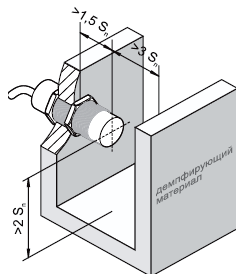
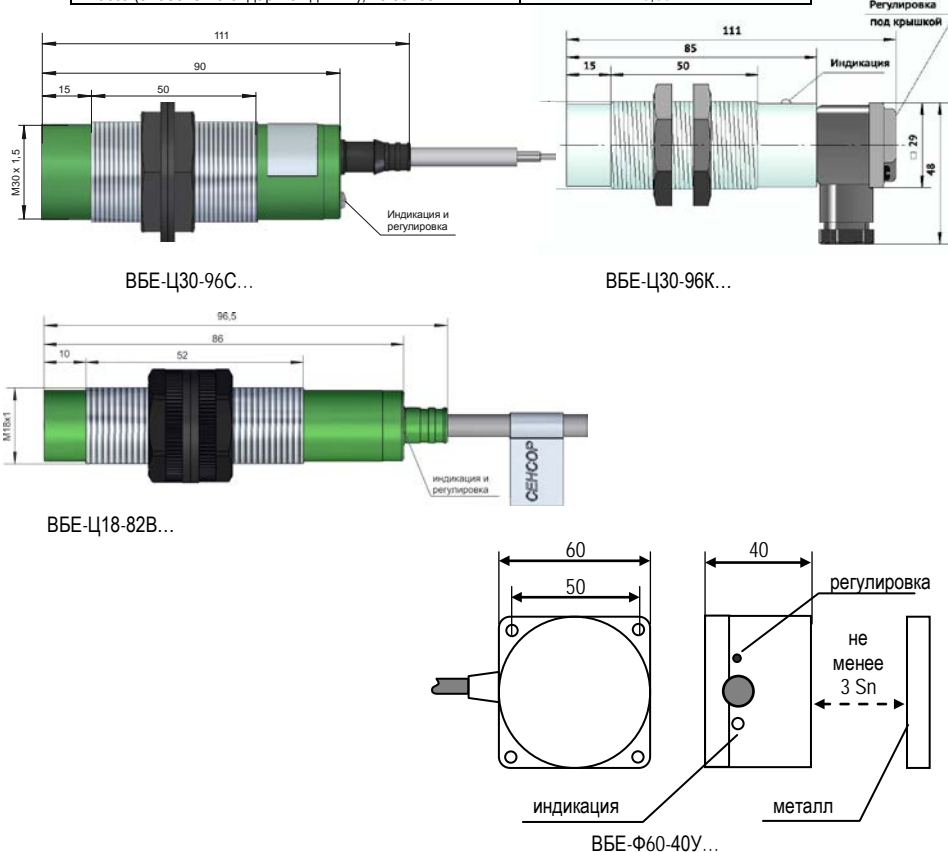

Рис. 3 Минимальные расстояния до демпфирующих материалов
Рис. 1. Габаритные размеры выключателей
3.1 Выключатель состоит из пластмассового корпуса, в котором размещена печатная плата с электронными компонентами. Для обеспечения механической прочности внутренняя полость корпуса залита компаундом. У выключателей ВБЕ-Ц18-82В (исполнение В) и ВБЕ-Ц30-96С (исполнение С) на крышку корпуса выведен кабель подключения, средства индикации и органы регулировки. У выключателя ВБЕ-Ц30-96К (исполнение К) под крышкой клеммной коробки расположены клеммник и регулировка. Внешний вид выключателей и габаритные размеры приведены на Рис. 1.
- Выключатели рассчитаны на неутепляемую установку. Для ВБЕ-Ф60 перед активной поверхностью требуется зона, свободная от металла на расстоянии 3Sn (см. рис. 1). При монтаже ВБЕ-Ц30, ВБЕ-Ц18 следует учитывать минимально допустимые расстояния до окружающих элементов конструкций из металла, указанные на рис. 3.